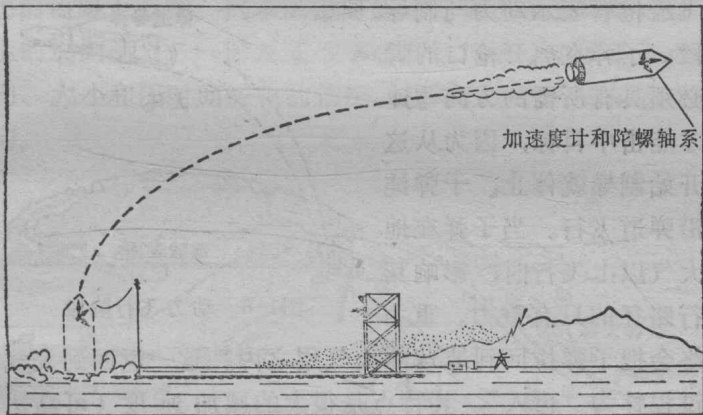

图1-5 稳定轴系
**稳定轴系** 图1-5所示为说明陀螺和加速度计的轴系，一个轴系包括相互成直角的三条轴。加速度计单条敏感轴平行于轴系的每条轴安装。在这种独特的布局下可以看出，不论导弹的方向如何，至少有一个加速度计可感测到导弹的运动。三个以上的加速度计是多余的，而少于三个加速度计则意味着会损失信息。同样，三个陀螺的安装方式的特点是，
它们的输入轴与轴系的轴相平行。因此导弹绕任何轴的旋转可由一个或一个以上的陀螺检测。图 1-5 表明，不管导弹的推力、俯仰、横滚或偏航姿态如何，轴系始终保持起飞时的方位。陀螺使轴系同旋转隔离，加速度计则测量参考系中的推力与阻力。